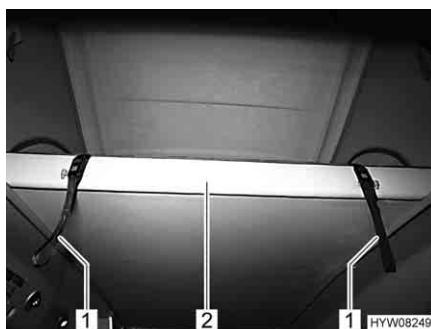

Fig. 43 Superficie utile ribaltabile
- Se la superficie utile ribaltabile è ribaltata verso l'alto: Tirare la superficie utile (Fig. 43,2) verso il basso utilizzando la cinghia ausiliaria (Fig. 43,1).